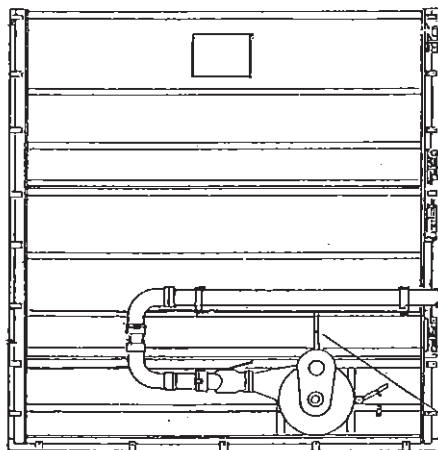

Fig. 7
6. Tilsutt monteres galge. se fig. 7 og pumpeinnsats.